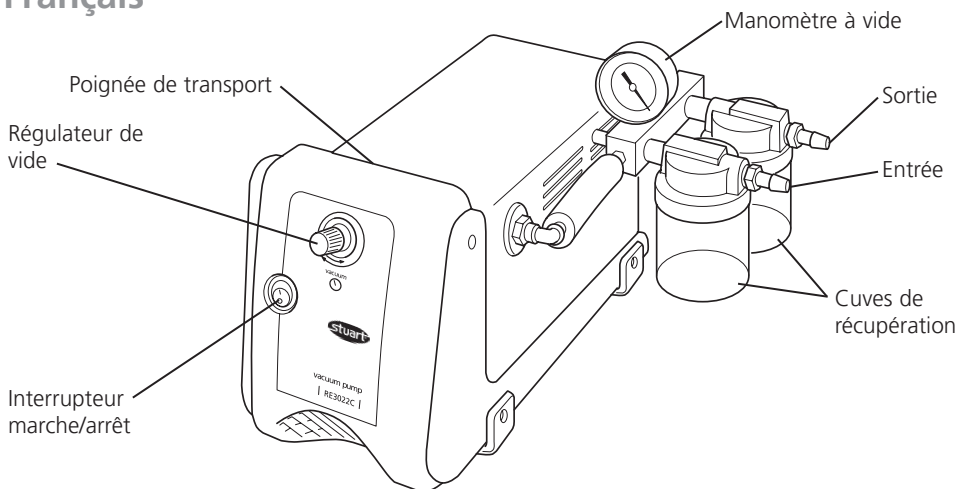

Figure 1
- ❖ L'appareil devra être transporté à l'aide de la poignée située sur le dessus (voir fig. 1).
Voir Figure 1.